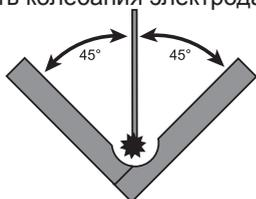

Рис. 23 Сварка «в лодочку»
**Совет второй.** Сварку таврового соединения (и углового в такой же степени) можно значительно упростить, расположив его для сварки «в лодочку» (Рис. 23). Это позволяет проводить сварку преимущественно в нижнем положении, увеличивая скорость сварки и уменьшая вероятность появления подрезов, которые являются очень частым дефектом таврового сварного соединения, наряду с непроваром. В некоторых случаях одного прохода будет недостаточно, поэтому для заполняющих швов требуется осуществлять колебания электрода.